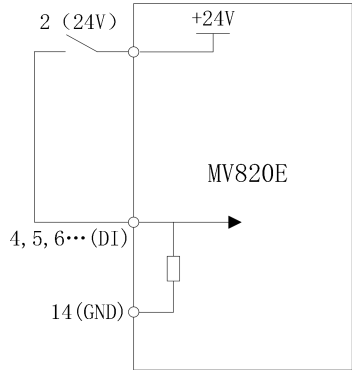

图 4-13 使用变频器内部+24V 电源连接方式
(1) P09.11=0 (数字端子开路电压选择 0V)
① 干节点方式, 接线方式如图 4-13 所示。